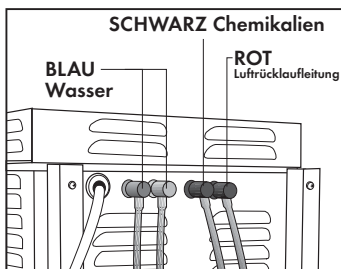
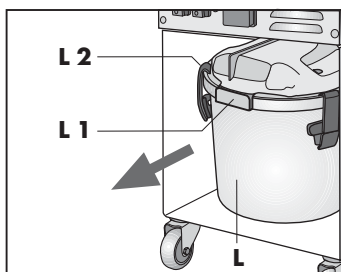

Abb. 6
Abb. 7
- Um den Tank (N) für Chemikalien und den Tank (M) für Wasser an das Gerät zu schließen, halten Sie sich bitte an die angegebene Farbkombination (**Abb. 6**)
- Tür (I) öffnen;
- Den Schmutzwasserbehälter (L) am Griff (L1) fassen und herausnehmen (**Abb. 7**);
- Den Behälter (L) mit 2 Liter Wasser füllen;